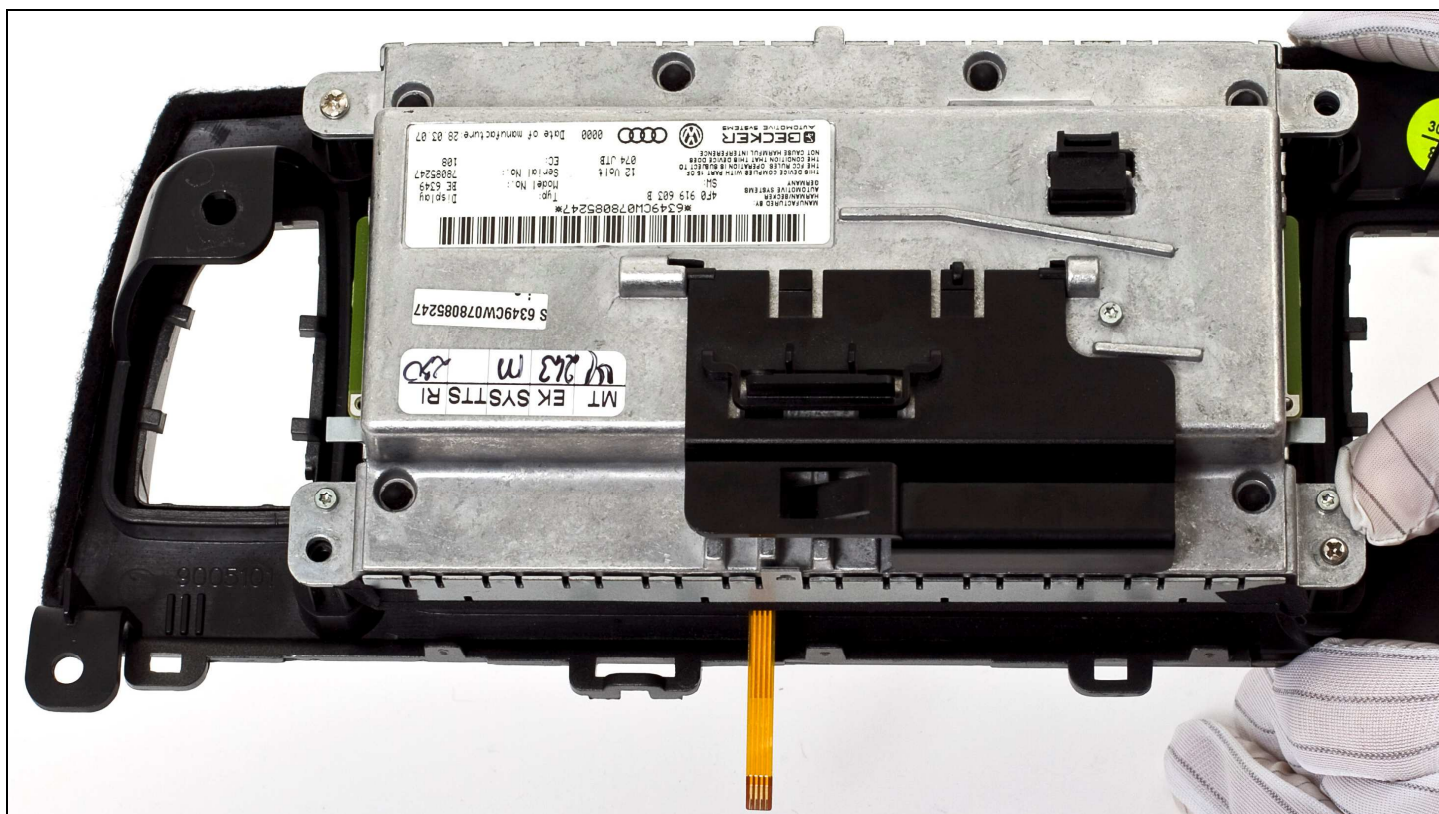

Рисунок 15
9. Монтируем дисплей на свое место (рис. 15)